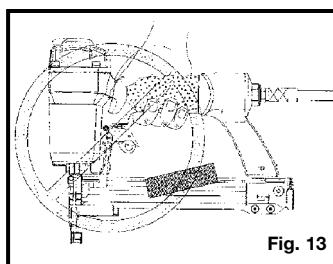

Fig. 13
- Ne chargez pas les attaches** en enfonçant le déclencheur ou le mécanisme de sécurité pour empêcher qu'une attache soit tirée par inadvertance. (Fig. 13)